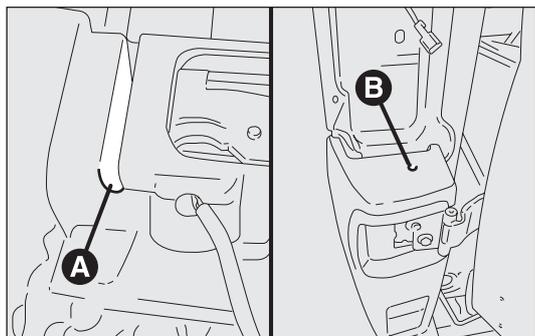

fig. 193
- svitare il fissaggio inferiore A tra paraurti centrale e laterale fig. 193;